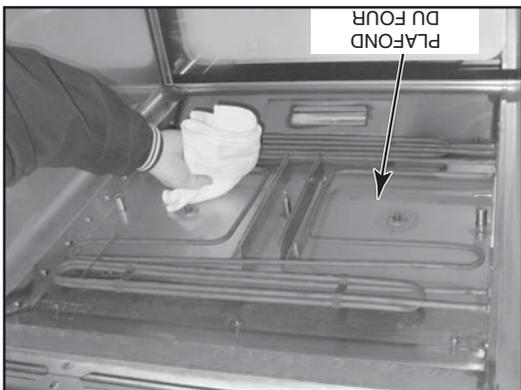

Figure 38
5. Essayez le plafond intérieur autour des éléments et les arbres du ventilateur de convection de tout résidu avec un chiffon humide ou savonneux, au besoin (figure 38). Lorsque propre, essuyez avec un chiffon propre et humide.